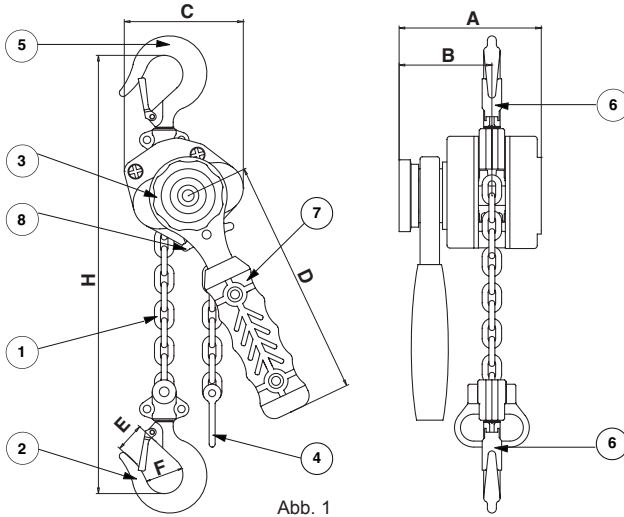
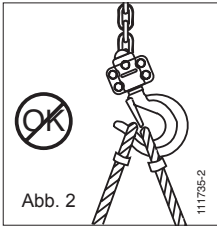

Abb. 1
Abb. 2
Der Bravo™ AC Hebelzug wird mit einer Lastkette (Pos. 1, Abb. 1) für eine Standardhubhöhe von 1,5 Metern geliefert. Die Lastkette besteht aus einem einzigen Kettenstrang mit einem Lashaken am Ende (Pos. 2, Abb. 1). Die Lastkette besteht aus einem einzigen Strang mit einem Lashaken am Ende (Pos. 2, Abb. 1).
Das freie Kettenende ist mit einer Auslaufsicherung ausgestattet (Pos. 4, Abb. 1).
1. Überprüfen, daß der Bravo™ AC Hebelzug korrekt am Gerätehaken (Pos. 5, Abb. 1) angeschlagen und die Sicherungsklappe des Gerätehakens (Pos. 6, Abb. 1) geschlossen ist (siehe Abb. 2 und 3).
1. Das Anschlagmittel für die Last muß im Hakengrund liegen und darf das Schließen der Sicherheitsklappe nicht behindern (siehe Abb. 2 und 3).
Der Bravo™ AC Hebelzug wird durch einen Handhebel (Pos. 7, Abb. 1) betrieben, der vom Bediener zum Heben oder Senken einer Last hinund herbewegt wird. Alternativ kann der Hebelzug auch zum Ziehen einer Last oder zum Spannen verwendet werden.
3. Bei unbelastetem Gerät zum Öffnen der Bremse das Handrad (Pos. 3, Abb. 1) gegen den Uhrzeigersinn nach links drehen; die Kette ist freigeschaltet.